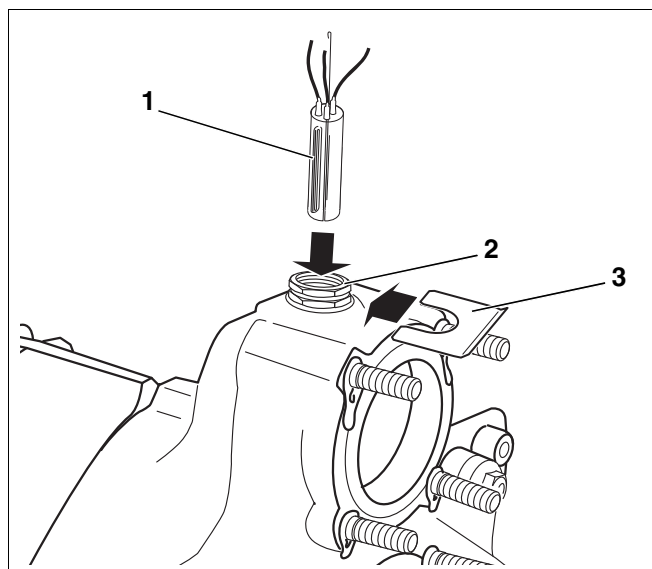

Fig. 45 Montage – pack de sondes
Le kit de sonde de température raccordé à l'appareil de régulation (trois sondes, un élément de sonde borgne fig. 45, [1]) est monté dans le doigt de gant R ¾".
- Amener la sonde du tube capillaire vers le point de mesure de la chaudière où il faut insérer les sondes dans le doigt de gant (fig. 45, [2]) puis fixer avec l'arrêt de sécurité (fig. 45, [3]).